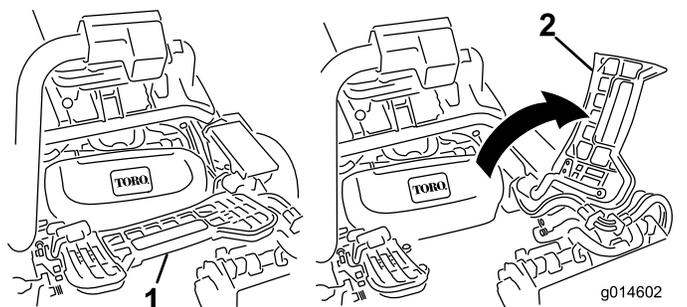

Рисунок 42
1. Поднимите и поверните вверх подножку, открывая доступ к центральному режущему блоку (Рисунок 42).